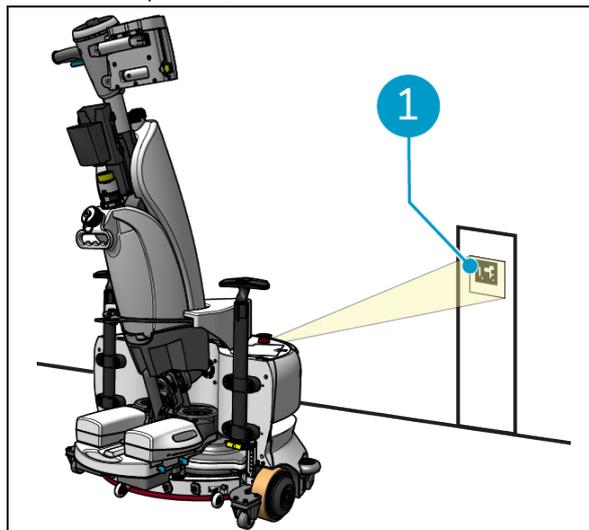

Figura 25
1. Posizionare l'i-walk a circa 30 cm di fronte al codice QR (Figura 25, pos. 1). Il pulsante Auto Fill e il pulsante Teach Repeat lampeggiano in blu quando il codice QR viene riconosciuto.